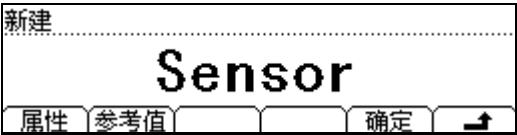

图 2-39 新建任意传感器界面
- 按 **返回** 键，完成参数设置，返回 **新建** 界面（图 2-39）。
(3) 按 **确定** 键（图 2-39），此时将出现 **保存** 和 **应用** 2 个菜单选项。